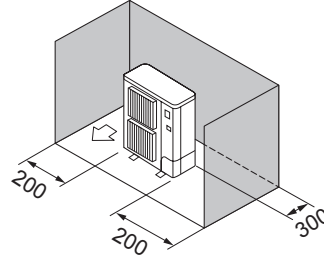

Fig. 2-9
- ③ Yalnızca arkadaki ve yandaki engeller (Fig. 2-9)